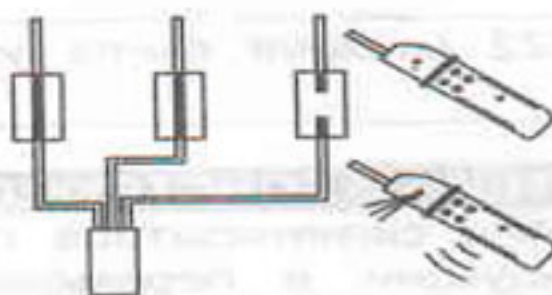

Рисунок 2
6.3 При определении исправности плавких вставок (Рисунок 2) включите диапазон «1» или «2» и прикоснитесь антенной к исследуемой цепи на входе и выходе плавкой вставки. При неисправной плавкой вставке сигнализатор прекращает подавать сигнал.